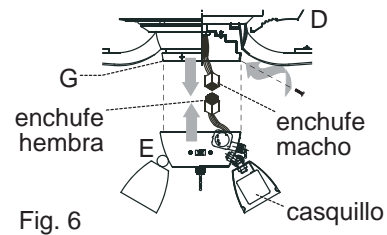

Fig. 6
6. Quite tres tornillos del borde exterior de la placa de la caja del interruptor (G). Conecte el enchufe macho del bastidor del motor (D) al enchufe hembra del conector para el juego de luz (E). Asegúrese de que se conecten bien. Sujete el conector para el juego de luz (E) a la placa de la caja del interruptor (G) con los tres tornillos que se quitaron. [Fig. 6]